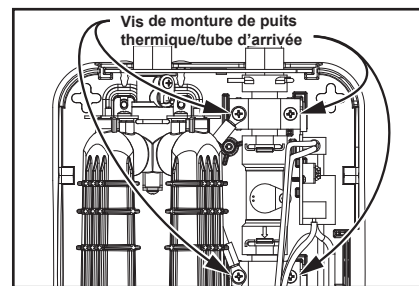

Figure 43 - Vis de montage de puits thermique/tube d'arrivée.
Trouver les quatre vis de fixation des montures de puits thermique/tube d'arrivée. À l'aide d'un tournevis Phillips, retirer les quatre vis et placer les montures sur le côté. L'ensemble peut à présent bouger librement. Voir Figure 43.
**5** Rattacher l'assemblage d'entrée dans l'appareil à l'aide des montures de puits thermique/tube d'arrivée. Serrer les vis Phillips à la main, NE PAS trop serrer. Voir Figure 43, page 25.